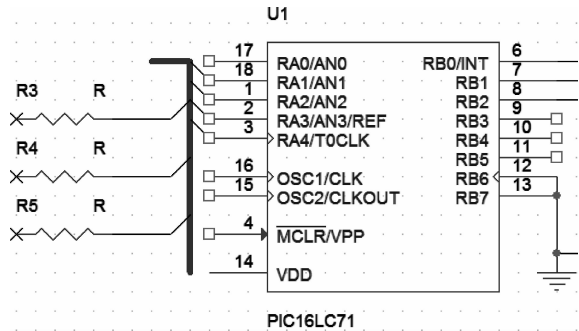

图 6-61 放置忽略 ERC 测试点
2. 移动光标到需要放置不连接符号的位置处，单击鼠标即可完成放置，如图 6-61 所示。此时鼠标仍处于放置不连接符号的状态，重复操作即可完成放置其他的不连接符号。右击鼠标选择“End Mode（结束模式）”命令或者按下〈Esc〉键便可退出操作。